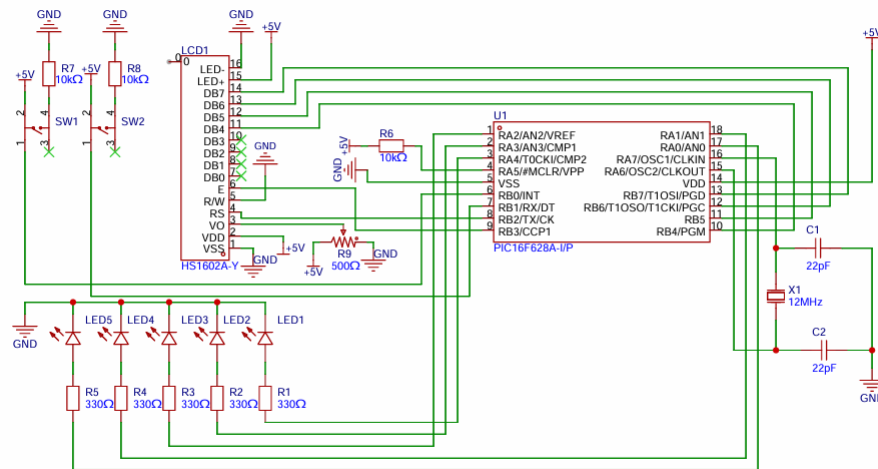

Figura 3 – Esquemático do circuito para o projeto da máquina de chopp utilizando o microcontrolador PIC16F628A.
2. A máquina de chopp foi montada conforme o esquemático da Figura 3.